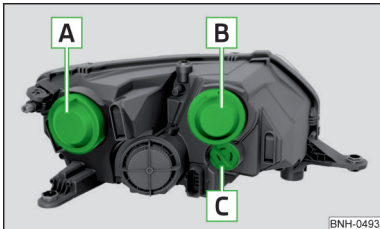

Abb. 188
Glühlampenordnung » Abb. 188
- Die Schutzkappe A » Abb. 188 auf Seite 186 abnehmen.
- Die Schutzkappe A » Abb. 188 auf Seite 186 einsetzen.
- › Die Schutzkappe **B** » Abb. 188 auf Seite 186 abnehmen.
- › Die Schutzkappe **B** » Abb. 188 auf Seite 186 einsetzen.